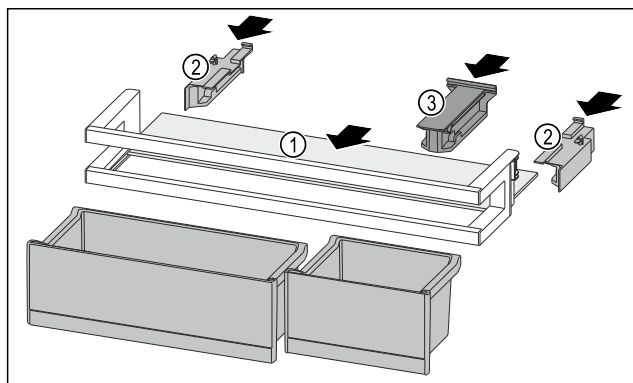

Fig. 231
- ▶ Вдвиньте съемную полку Fig. 231 (1) в боковые пазы.
- ▶ Установите боковые части Fig. 231 (2).
- ▶ Смонтируйте крепление Fig. 231 (3).